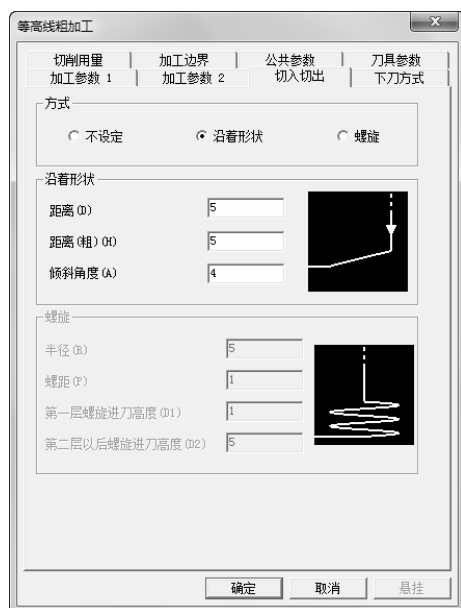

图 3-10 “切入切出”选项卡
3) 单击“切入切出”选项卡，设置“方式”为“沿着轮廓”，具体“距离”、“距离（粗）”、“倾斜角度”参数数值如图 3-10 所示。